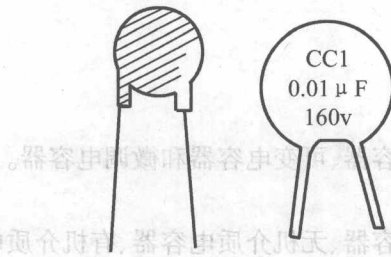

图 1-14 瓷介电容器
(3) 瓷介电容器。瓷介电容器是以陶瓷材料作为电容器的介质,因此成本低,电容量和工作电压范围比较宽,但损耗较大,容量精度不易控制,另外,稳定性能也较差。多用于无线电、家电中,不宜在高频电路中使用。瓷介电容器的外形如图 1-14 所示。